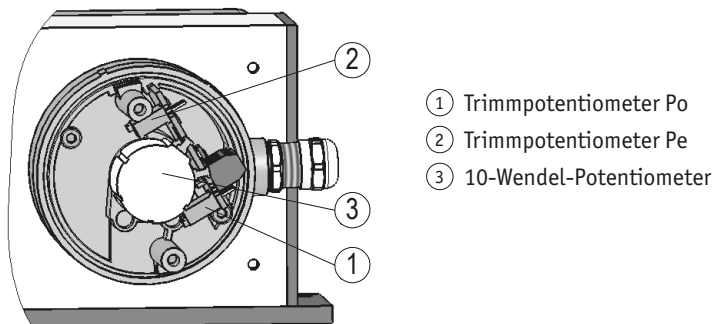

Abb. 16: Einstellen Trimpotentiometer MWI
Durch zwei Trimpotentiometer Pe (2) und Po (1) (siehe **Abb. 16**) können diese Werte an die tatsächlichen Anfangs- und Endstellungen der Anwendung angepasst werden.